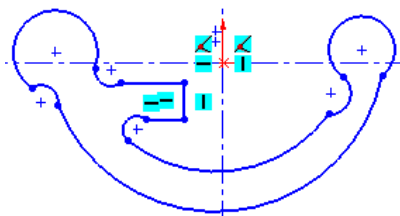

图 2.14.3 绘制草图实体大概轮廓
Step2. 在图形区绘制图 2.14.3 所示的草图实体的大概轮廓。